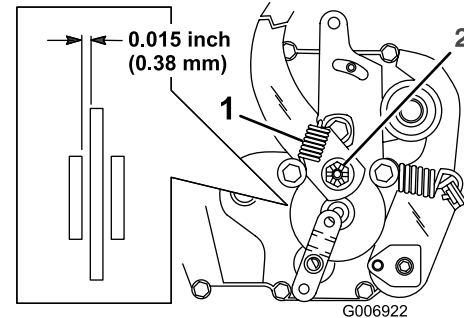

Figura 30
El freno de estacionamiento está la parte derecha del eje trasero, dentro de la rueda trasera.(Figura 30). Si el freno de estacionamiento no inmoviliza la máquina, ajústelo.
2. Retire el muelle del brazo del freno (Figura 30).
3. Retire el pasador que fija la tuerca de ajuste del freno y afloje un poco la tuerca (Figura 30).
4. Inserte una galga de 0,38 mm entre el disco de freno y la pinza de freno (Figura 30).